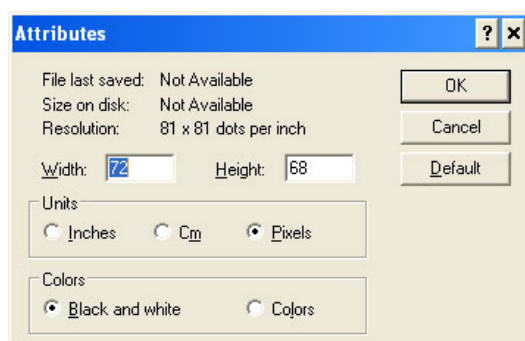

Рисунок 5-59: Оформление изображения
- c. выбирать формат цвета изображения - *черный и белый* (смотрите Рисунок 5-59 на странице 5-70)